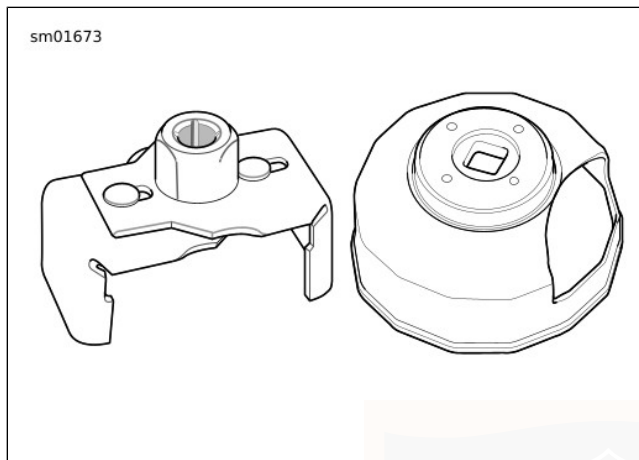

Figure 33. Clés à filtre à huile
2. Voir Figure 33 et Figure 34. Déposer le filtre à huile avec la OIL FILTER WRENCH (CLÉ À FILTRE À HUILE) (N° DE PIÈCE : HD-42311) ou OIL FILTER WRENCH (CLÉ À FILTRE À HUILE) (N° DE PIÈCE : HD-44067-A). Tourner le filtre à huile dans le sens antihoraire pour l'enlever du support de filtre.